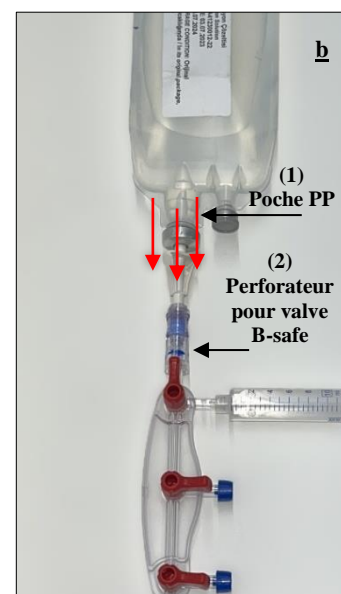

Fig. 34 Retrait du perforateur pour valve B-safe (2) de la poche d'acide (1) vide
- b) Séparez le perforateur pour valve B-safe (2) de la poche d'acide chlorhydrique (1) vide. (Voir Fig. 34.)